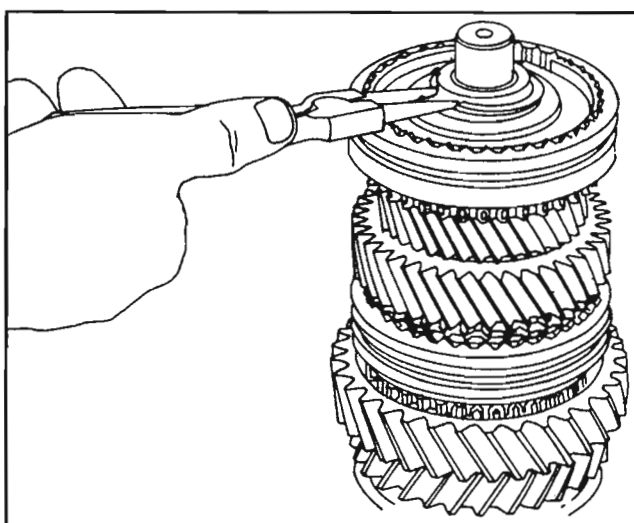

Fig. 31
Quite el anillo elástico (15) y el separador (16). Fig. 31